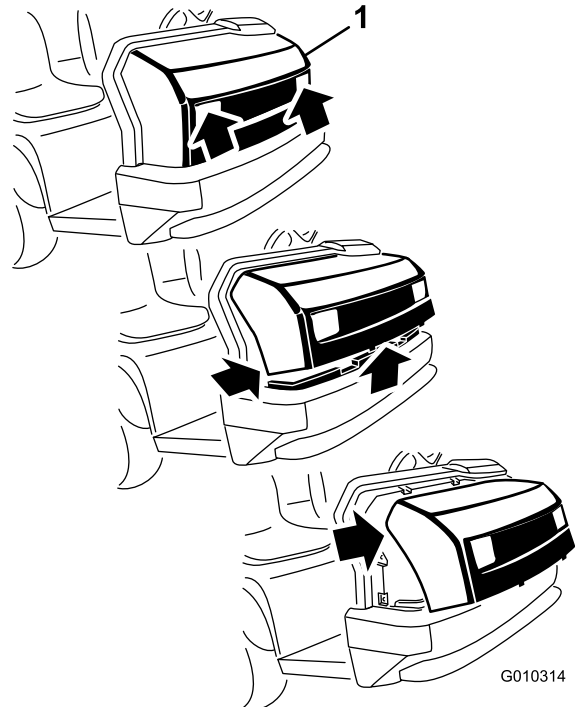

Figura 47
1. Sujete el capó por los orificios de los faros y levántelo para poder liberar las pestañas de montaje inferiores de las ranuras del bastidor (Figura 47).
2. Gire hacia arriba la parte inferior del capó hasta que pueda retirar las pestañas de montaje superiores de las ranuras del bastidor (Figura 47).
3. Gire hacia adelante la parte superior del capó y desenchufe los conectores de cable de los faros (Figura 47).
2. Introduzca las pestañas de montaje superiores en las ranuras del bastidor (Figura 47).
3. Introduzca las pestañas de montaje inferiores en las ranuras del bastidor (Figura 47).